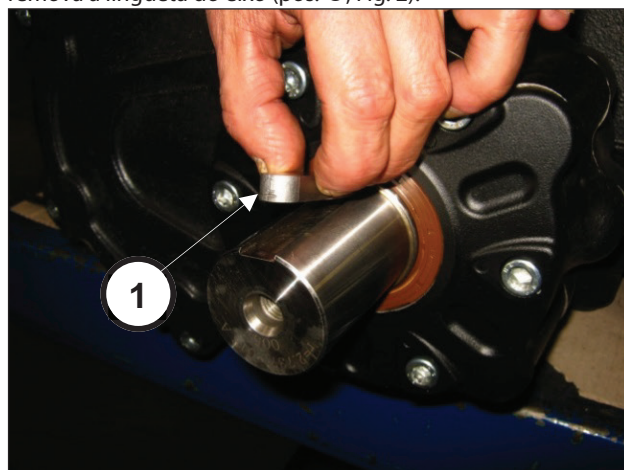

Fig. 2
Esvazie completamente o óleo da bomba, em seguida, remova a lingueta do eixo (pos. ①, Fig. 2).